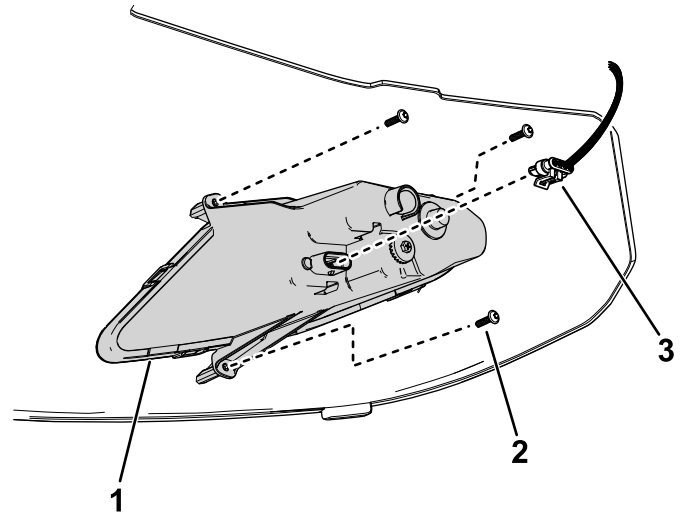

Figure 37
3. Débranchez le connecteur du faisceau de câblage du contacteur de phare (Figure 37).
6. Rebranchez le connecteur du faisceau de câblage au connecteur de phare (Figure 37).